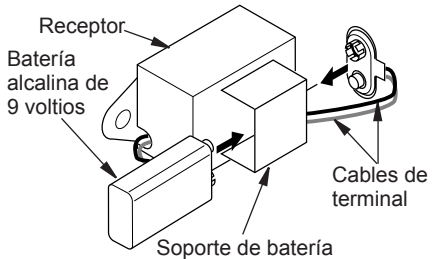

Figura 38 - Colocación de la batería alcalina en el receptor
3. Encuentre compartimiento de la batería montado en la parte posterior del receptor. Introduzca una batería alcalina de 9 voltios (no incluida) en el compartimiento (consulte la figura 38).